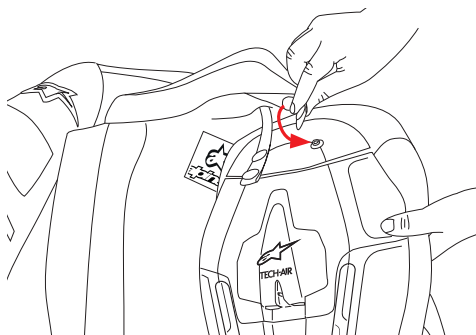

Figura 6
- Instalar la camiseta airbag sobre los dos pernos inferiores (paso 2 de la instalación de la camiseta airbag – véase la Figura 6)